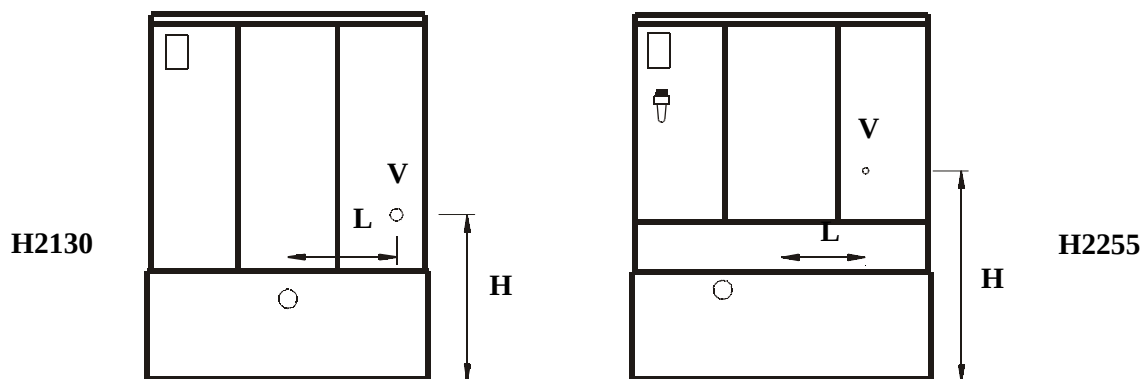

fig. 25
- Refer to Connection Technical Sheet (**clause 4.4.c**) for steam supply pressure, flow and connection dimensions (**fig. 25**).
- Consultar Hoja Técnica de Conexiones (**apartado 4.4.c**) para presión, caudal y cota de conexión (**fig. 25**) de alimentación de vapor.
- Consulter Feuille Technique de Raccordements (**section 4.4.c**) pour pression, débit et cote de raccordement (**fig. 25**) d'alimentation de vapeur.
The end of the steam supply pipe must be located in the same vertical plane as the steam inlet (V) of the washing machine. Otherwise the tilted movements cause torsion effects that can loosen the threaded couplings. Dimension **L** of figure 25 allows to locate the vertical plane of the steam inlet regarding the center of the washer. Refer to dimensions on CONNECTIONS CHART (tbl. 7).
L'extrémité du tube d'approvisionnement de vapeur doit être situé au même plan vertical que l'arrivée de vapeur (V) de la laveuse. Autrement les mouvements basculants produisent des effets de torsion qui peuvent desserrer les unions vissés. La cote **L** de la figure 25 permet de placer le plan vertical de l'arrivée de vapeur par rapport au centre de la laveuse. Voir dimensions dans le TABLEAU DES RACCORDEMENTS (tbl. 7).